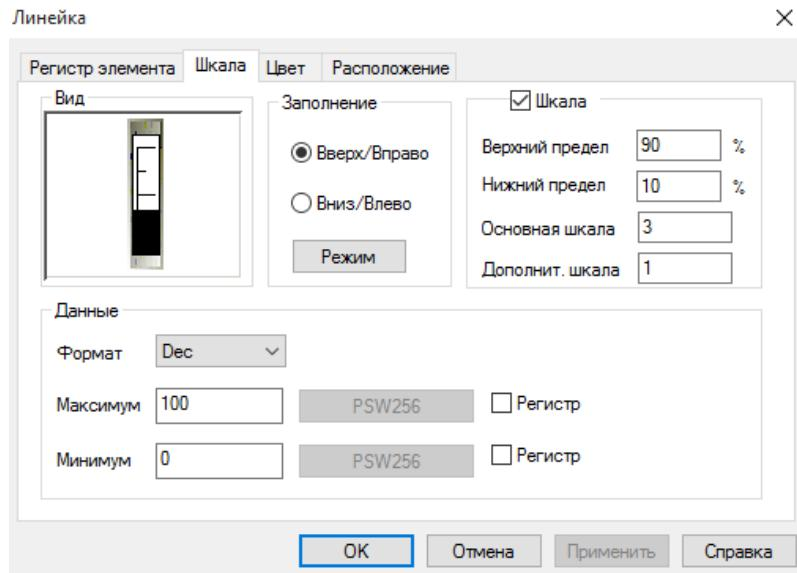

Рисунок 3.20 – Параметры элемента «Линейка», вкладка «Шкала»
**ЛИНЕЙКА.** Элемент «Линейка» используется для визуального отображения численного значения привязанного регистра совместно со шкалой (рис. 3.20).